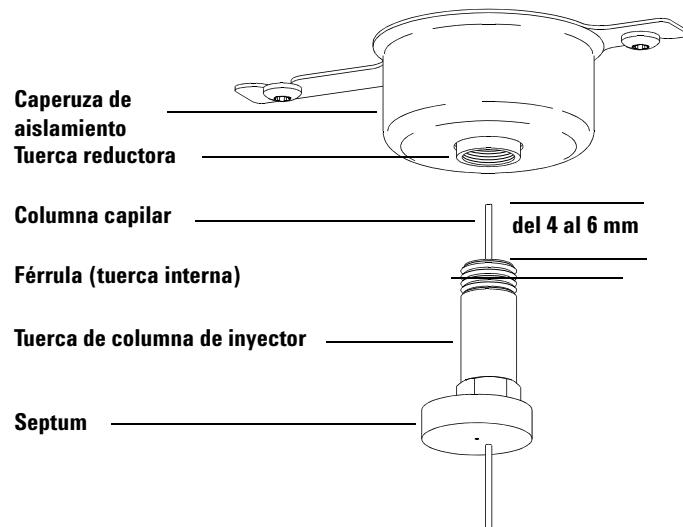

Figura 4 Instalación de una columna capilar en un inyector split/splitless
- 7** Coloque la columna de forma que sobresalga de 4 a 6 mm del extremo de la férula (Figura 4).